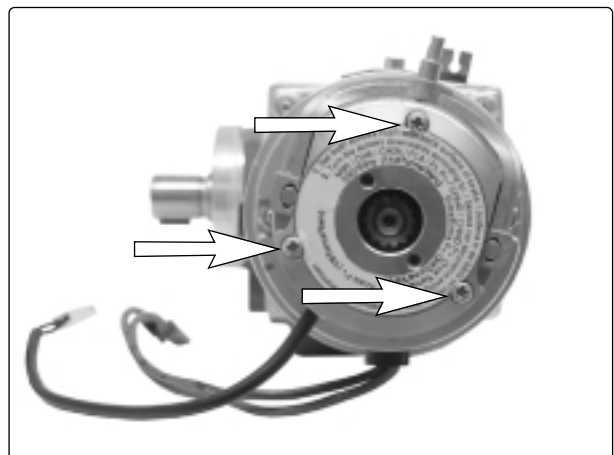

Abb. 18. Befestigungsschrauben Magnetbremse
8. Lösen Sie die drei Befestigungsschrauben der Bremse, siehe Abb. 18. Merken Sie sich für den späteren Einbau die Stellung des Bremsentriegelungsarms. Bauen Sie die Bremse mit Brems Scheibe und Deckel aus.